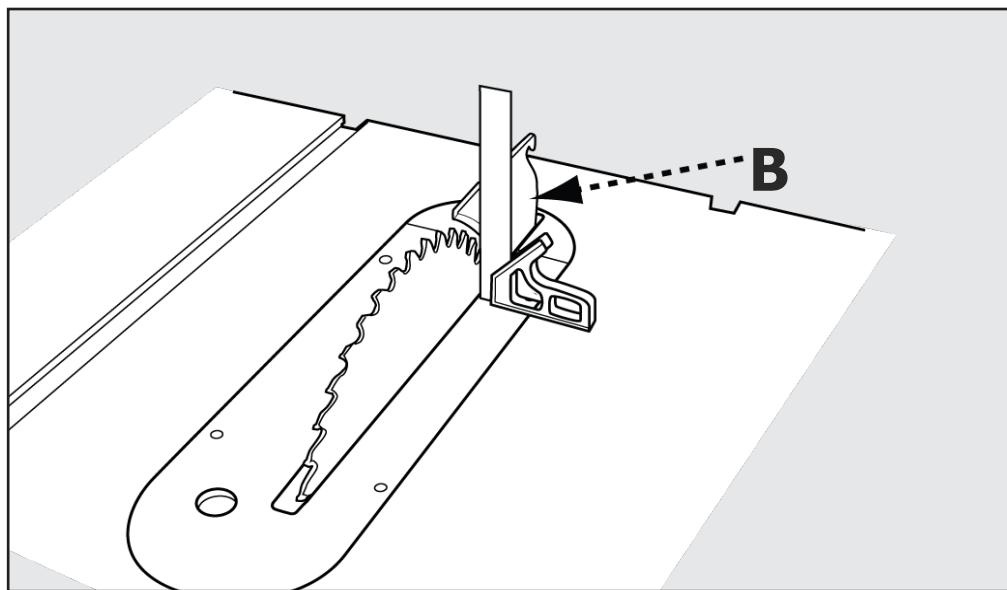

FIGURA 27
Coloque la escuadra (B) en la superficie de la mesa y contra la hoja y el separador. La escuadra deberá estar en contacto con la cara de la hoja y el separador. Consulte la Figura 27.